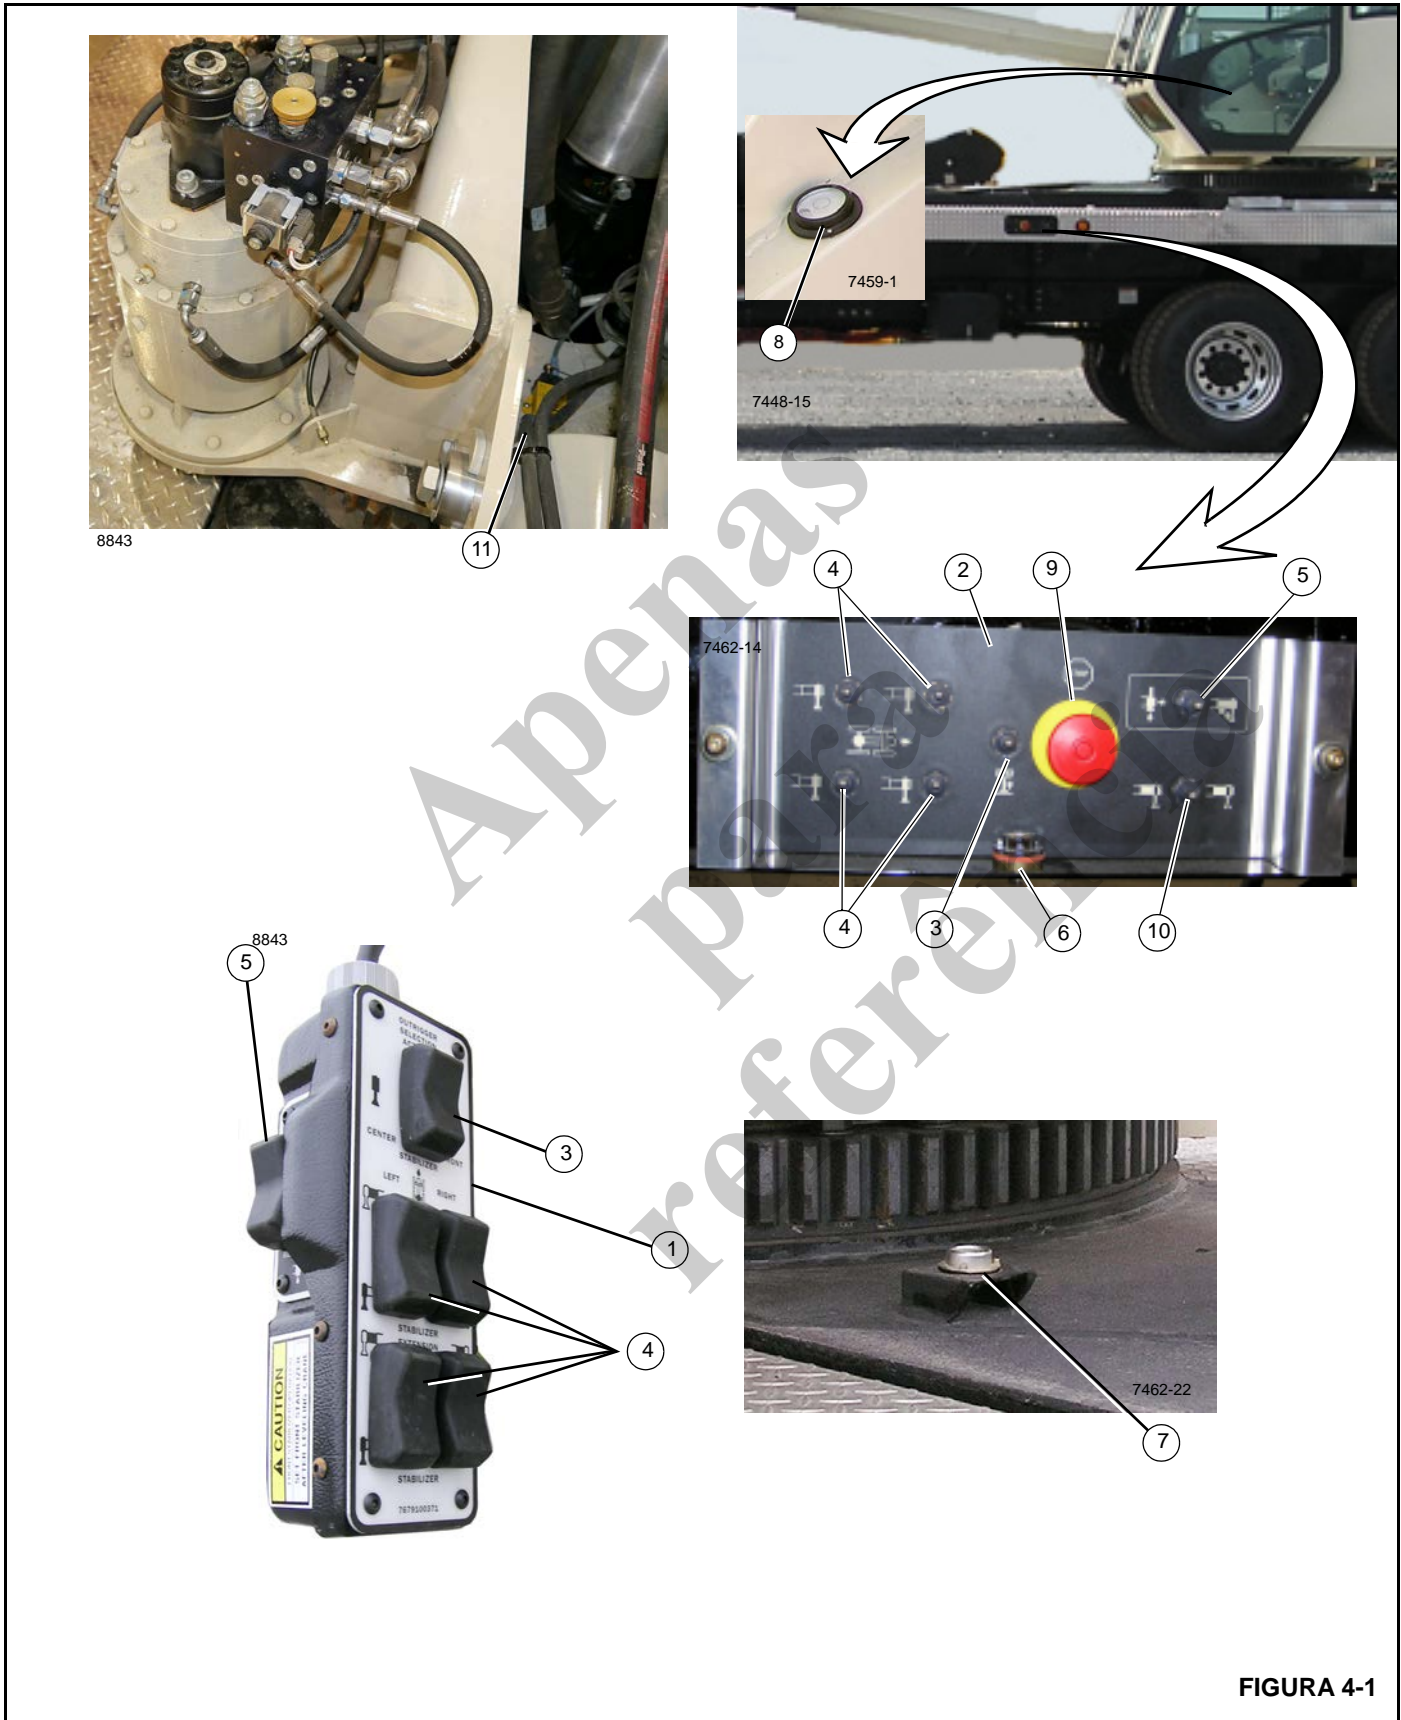
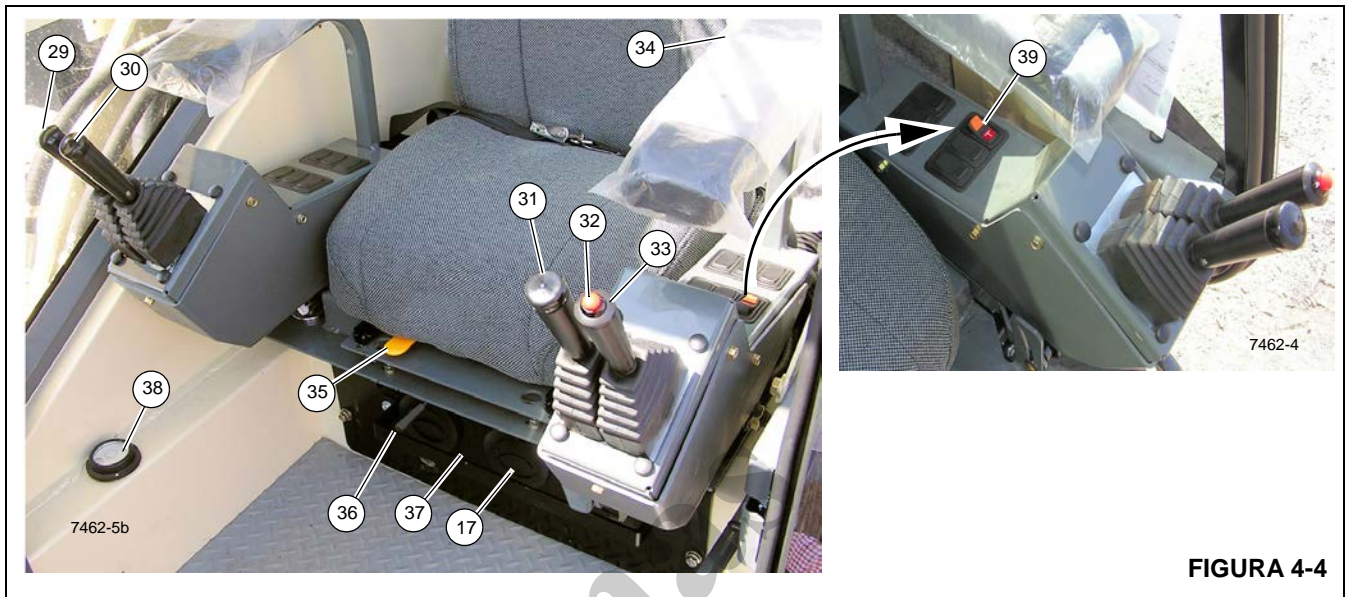
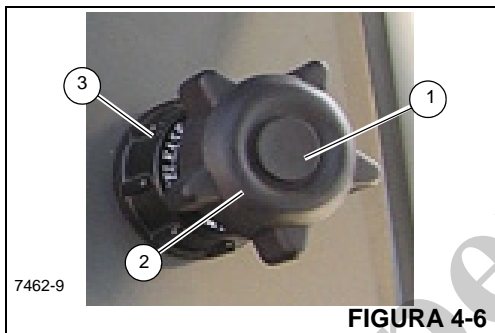

FIGURA 4-1
FIGURA 4-4
FIGURA 4-6
Os controles dos estabilizadores são usados para ajustar os estabilizadores. Há três estações de controle de solo para operação dos estabilizadores. Uma é um controle portátil dos estabilizadores na cabine (1, Figura 4-1) localizado nos controles de solo (cabine na estação de controle do operador) e dois controles dos estabilizadores na estação de solo (2) localizados um em cada lado do equipamento no nível do solo. Cada controlador possui controles para estender e retrain as vigas dos estabilizadores, para elevar e abaixar os cilindros (macacos) dos estabilizadores e para elevar e abaixar o estabilizador dianteiro único (se equipado). O Controlador portátil da cabine pode ser opcional para alguns modelos.
Os painéis de controle dos estabilizadores (2) estão localizados nos dois lados inferiores do equipamento (Figura 4-1) e contêm os controles dos estabilizadores.
A chave de extensão/retração (5, Figura 4-1) é usada em conjunto com as chaves seletoras dos estabilizadores para controlar as funções dos estabilizadores.
As chaves seletoras dos estabilizadores (4, Figura 4-1) são usadas para selecionar o componente do estabilizador. Para estender ou retrair um componente de um estabilizador, primeiro selecione o componente com a chave seletora do estabilizador e, em seguida, selecione estender ou retrair com a chave de extensão/retração.
A chave seletora da viga do estabilizador na estação de solo (10, Figura 4-1) é usada para operar a viga do estabilizador dianteiro ou traseiro do mesmo lado do equipamento em que o controle de solo se encontra.
Há uma chave de parada de emergência (9, Figura 4-1) nos painéis de controle dos estabilizadores em cada lado do transportador. O motor desliga ao pressionar qualquer dessas chaves.
A chave do estabilizador dianteiro único (3, Figura 4-1) é usada para abaixar e elevar o estabilizador dianteiro único. Para operar o estabilizador dianteiro único, pressione sua chave e, em seguida, a chave de extensão/retração.
O indicador de nível primário (7, Figura 4-1) está localizado à frente do rolamento da torre. Os indicadores de nível secundários estão localizados nos painéis de controle dos estabilizadores (6, Figura 4-1) e na cabine de controle de solo (38, Figura 4-4).
Há um sensor de nível eletrônico localizado na parte superior da placa do rolamento da plataforma rotativa (11, Figura 4-1) que é usado para monitorar o nivelamento do sistema dos estabilizadores do equipamento. Se o equipamento não estiver nivelado dentro de 1%, o alarme de movimento do estabilizador soará até ser corrigido e as funções da lança serão desativadas; consulte "Nivelamento do equipamento" na página 2-6.
O pedal do acelerador (4, Figura 4-4) está localizado no piso da cabine de controle de solo e é usado para controlar a rotação do motor. Pressione o pedal do acelerador para ace-
O acelerador manual (11, Figura 4-3) deve estar posicionado como mostrado na Figura 4-6 para que o pedal do acelerador possa ser operado corretamente.
Aumento da rotação do motor – Empurre para dentro o botão central (1, Figura 4-6) e segure-o; puxe para fora o
O acelerador manual deve estar posicionado como indicado na Figura 4-6 para operar corretamente o pedal do acelerador (4, Figura 4-4).
A alavanca de controle de elevação da lança (29, Figura 4-4) está localizada no apoio de braço direito e é usada para elevar ou abaixar a lança. Empurre a alavanca para frente para abaixar a lança e puxe-a para trás para elevar a lança.
A alavanca de controle do guincho (30, Figura 4-4) está localizada no apoio de braço direito. Posicionar a alavanca para frente faz com que o cabo de elevação abaixe a carga e puxar alavanca para trás eleva a carga.
O indicador de rotação do guincho (RDI) está localizado na parte superior da alavanca de controle do guincho (30, Figura 4-4). O indicador é acionado eletronicamente por um sinal emitido por um transmissor e um sensor eletrônicos conectados ao guincho. Um sinal pulsante é percebido pelo polegar do operador durante a operação do guincho.